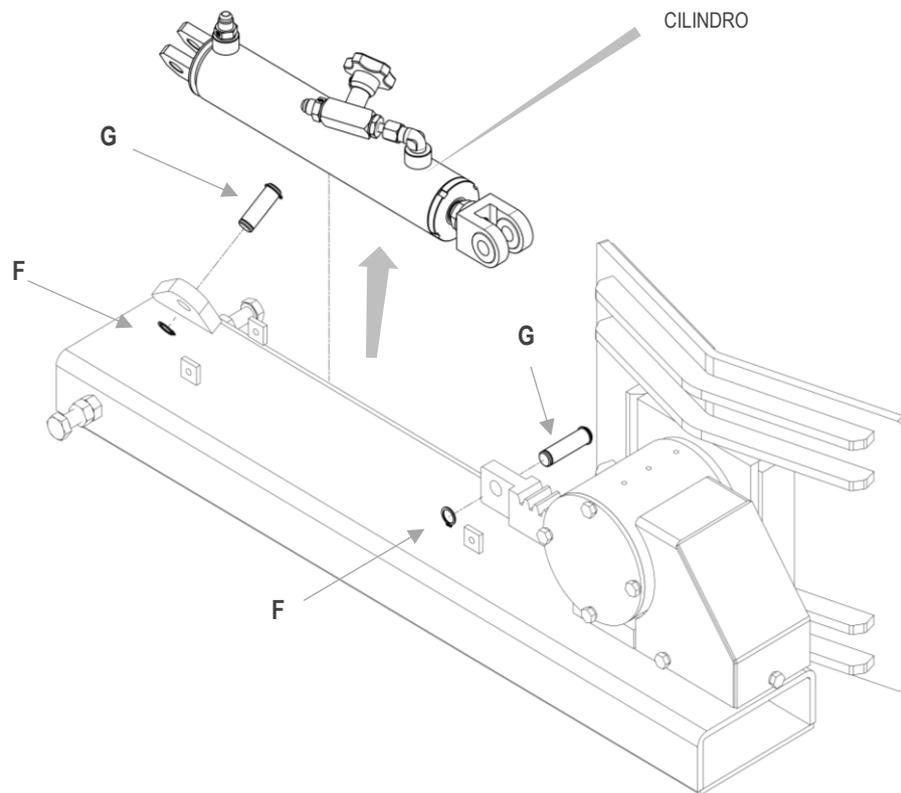

Figura 44
3. Rimuovere l'anello elastico **F** nella parte posteriore del cilindro, ed estrarre il perno **G** che fissa il cilindro al supporto. Fare la stessa operazione per il perno di che fissa la parte anteriore del cilindro (vedi Figura 44)